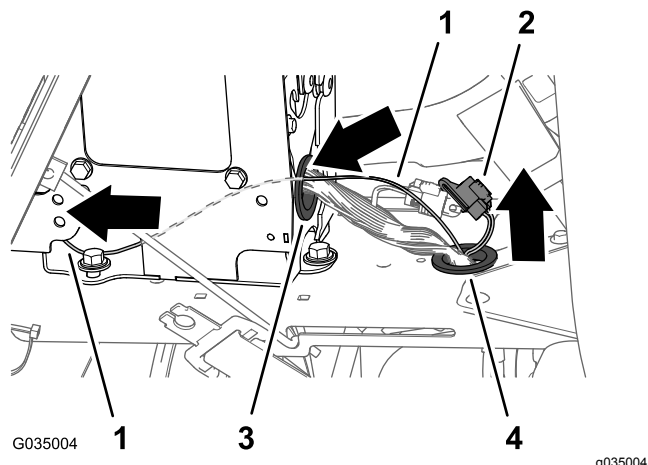

図 114
4. 後部用ワイヤハーネスの 81 cm の枝線を、前部用ワイヤハーネスに沿って上に進め、コンソールのチャンネル材のハトメに通す 図 114。
5. 後部用ワイヤハーネスの 81 cm の枝線を、前部用ワイヤハーネスに沿って上に進め、コンソールのチャンネル材のハトメに通す 図 114。